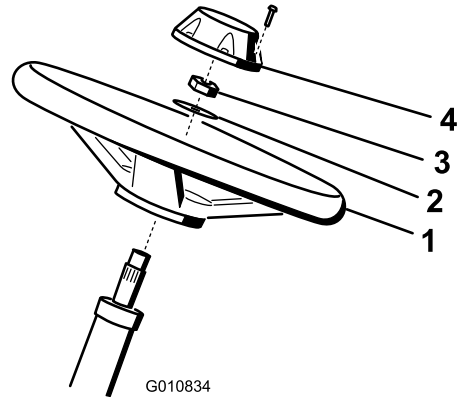

图4
1. 将方向盘滑入转向轴 图4。
2. 将垫圈滑入转向轴 图4。
3. 使用锁紧螺母将方向盘固定到转向轴上、旋紧至 2735N·m 图4。
4. 将中心盖安装到方向盘上并用螺丝固定 图4。